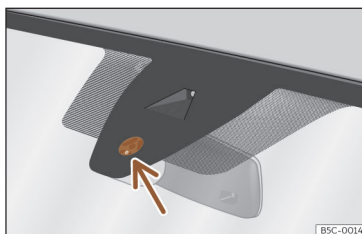

Fig. 103 Superficie sensible del sensor de lluvia.
Las posibles causas de anomalías e interpretaciones erróneas en la zona de la superficie sensible >>> **fig. 103** del sensor de lluvia son, entre otras:
- Limpie regularmente la superficie sensible del sensor de lluvia >>> **fig. 103** (flecha) y compruebe posibles daños en las escobillas.